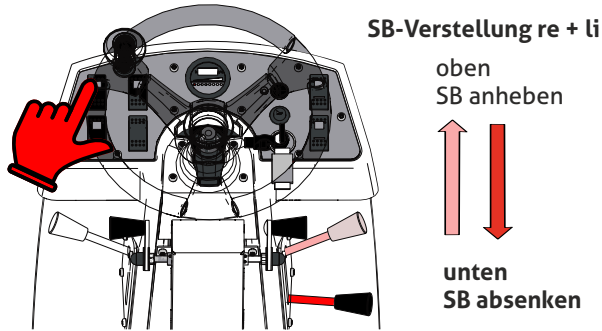

Abb. 33
- Seitenbesen absenken (**Abb. 33**)
- Betätigen Sie den Seitenbesenschalter (Abb.33) - beide Seitenbesen drehen sich.